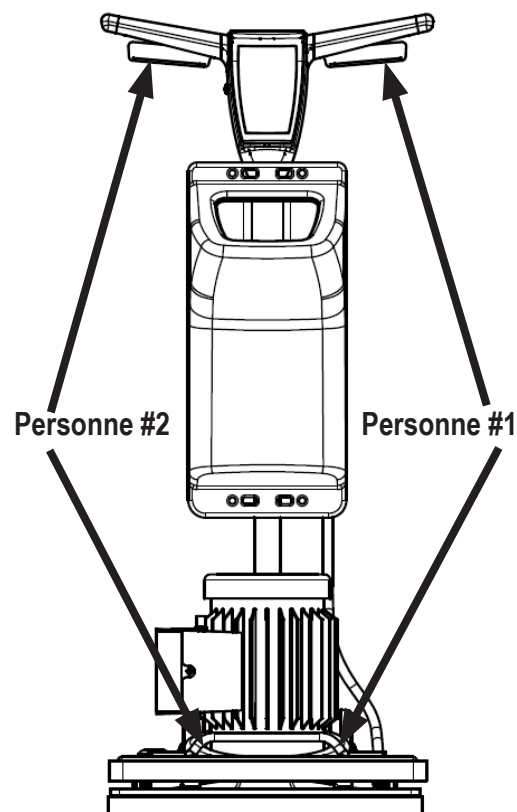

Figure 2
3. Saisissez l'appareil aux points de levage et placez-le dans le compartiment de transport (voir la figure 2).